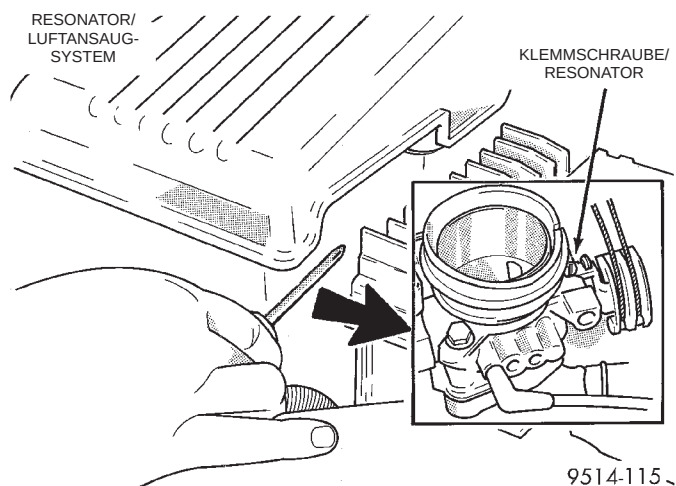

Abb. 83 Befestigung des Resonators/ Luftansaugsystem am Drosselklappengehäuse
(2) Die Schraube lösen, mit der der Resonator am Drosselklappengehäuse montiert ist (Abb. 83).
(3) Die Klemmschelle lösen, mit der der Resonator am Luftansaugrohr befestigt ist. Dann den Resonator abnehmen.
(1) Die Schraube lösen, mit der der Resonator am Drosselklappengehäuse montiert ist (Abb. 83).
(2) Die Klemmschelle lösen, mit der der Resonator am Luftansaugrohr befestigt ist. Dann den Resonator abnehmen.